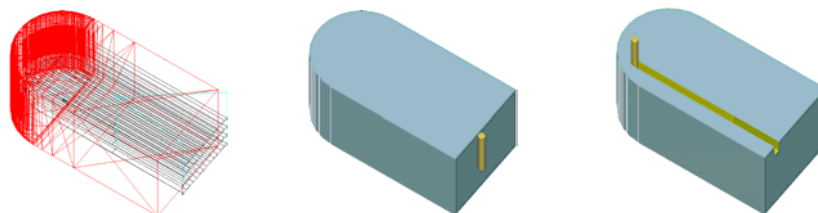

Рисунок 47 – Заход инструмента сбоку при обработке паза
- 2.5.7.8. Система снова запрашивает указать точку для изменения, нажимаем кнопку **F5**, чтобы отказаться. Затем опять появляется меню, изображенное на рисунке 45г, нажимаем кнопку **F5** для отказа и попадаем в меню процедуры Колодец. Выходим из него и выполняем стандартные действия для изменения процедуры Колодец. После этого обработка начнется с того места, куда мы переместили инструмент (рисунок 47).